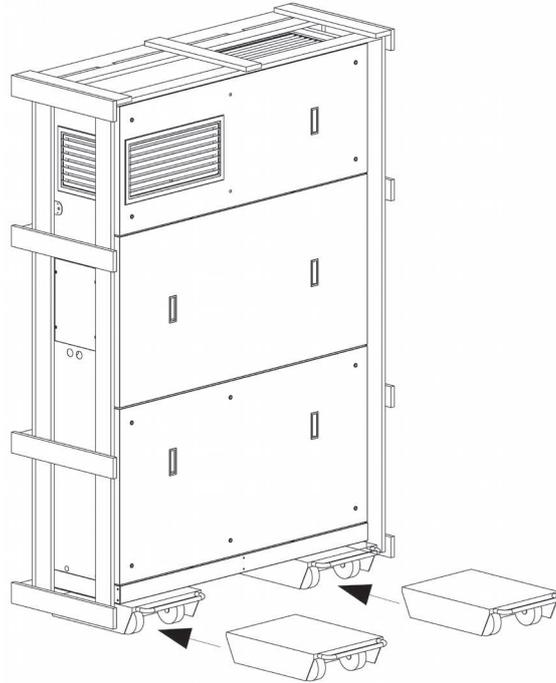

Fig.17
- **La movimentazione priva di bancale è consentita solo** mediante appositi carrelli posizionati alle estremità del pannello di fondo: vedere figura successiva Fig. 17).